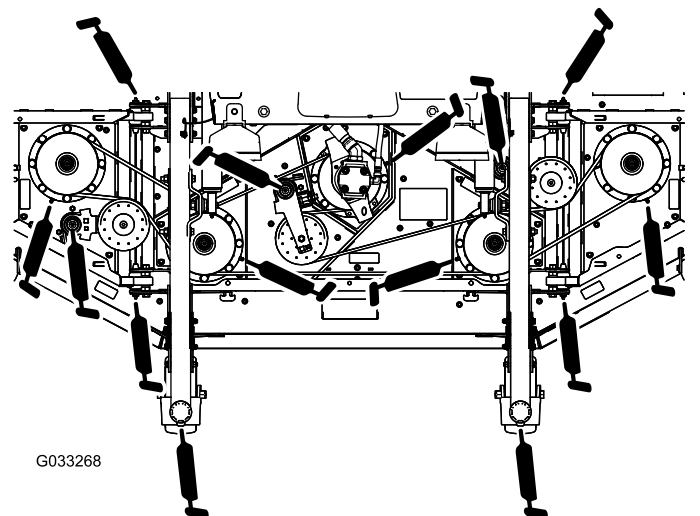

Figure 89
- 2 bagues d'axe de chape de roue pivotante (Figure 89)
- 5 paliers d'axes de pivot (sur le logement d'axe), comme montré à la Figure 89
- 3 bagues de pivot de bras de tension (sur l'axe de pivot de poulie de tension), comme montré à la Figure 89
- 4 bagues d'ailettes de plateaux (sur les axes de pivot des ailettes), comme montré à la Figure 89